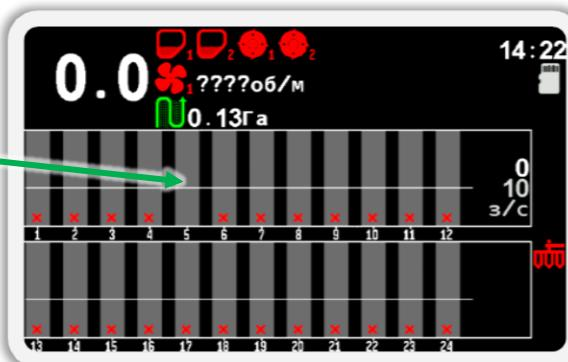

Рисунок 77
6. Убедитесь, что адрес датчика изменился на требуемый. Для этого физически отключите и подключите датчик к жгуту связи. После этого вернитесь на главный экран (см. Рисунок 77). Для этого сначала выйдите из меню «Сервис», а затем закройте меню главного экрана. (используйте кнопку  «Назад»).